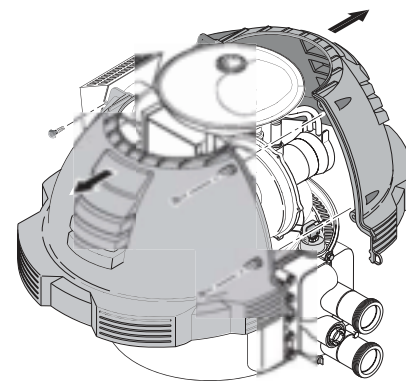

Figure 28.
- Retirer le(s) capotage(s) en dévissant les vis qui raccordent les deux demi-corps, voir la Figure 28.
- Retirer le(s) capotage(s), voir la Figure 28.